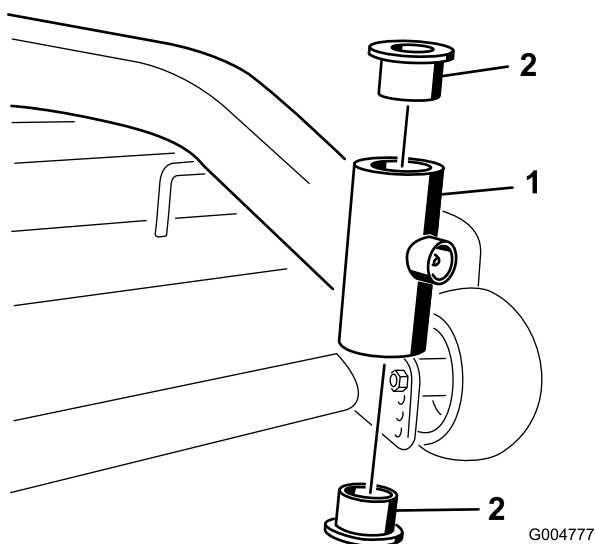

Figura 42
4. Introduzca un punzón botador en el tubo de montaje y con sumo cuidado retire los casquillos (Figura 42). Limpie el interior del tubo de montaje.